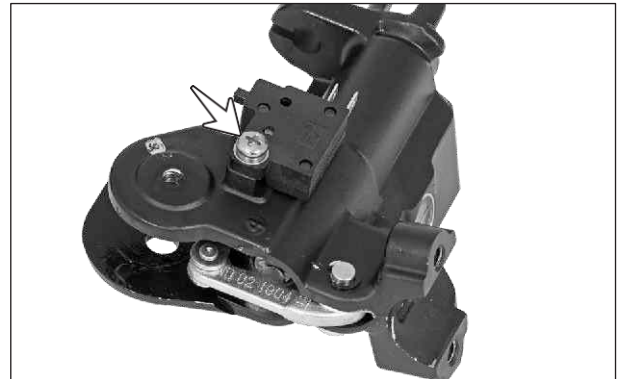

Fig. 6.43
- Retire el tornillo del interruptor del freno delantero y retire el interruptor. (Fig. 6.43)